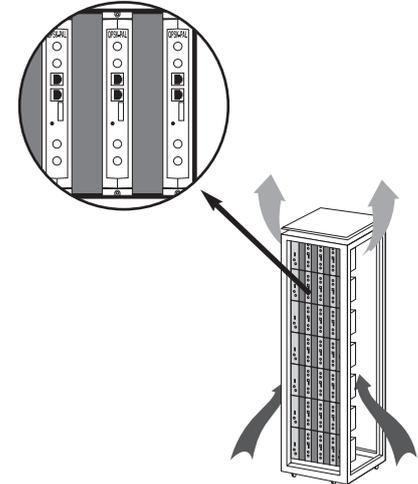

fig. 6
Para la instalación de las unidades en racks sin ventilación, cuando el rack se encuentra en lugares con temperatura ambiente alrededor de los 40°C, se recomienda colocar el Rack completamente abierto, es decir, prescindiendo de sus puertas laterales para favorecer la ventilación de las unidades y siendo opcional la colocación de las carátulas ciegas ref. 5073, fig. 6.